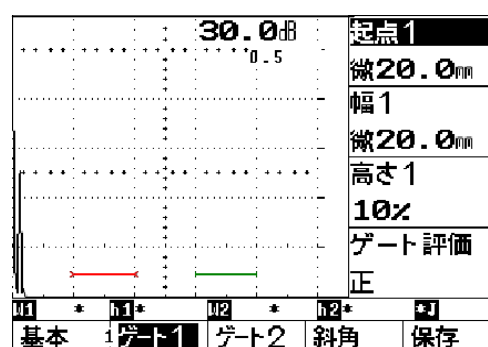

図2 ゲートの調整
- ②図2に示す、起点1表示横の  キーを押し、起点1を白抜きに反転させる。もう一度  キーを押すと数値の前に“微”の文字が表示され、右ダイヤルを回して数値を細かく変化させることができる。
- ③ゲート高さや幅を変えるには、表示されている箇所の  キーを押し、文字が白抜きに反転しているのを確かめてから、右ダイヤルを回して変更する。